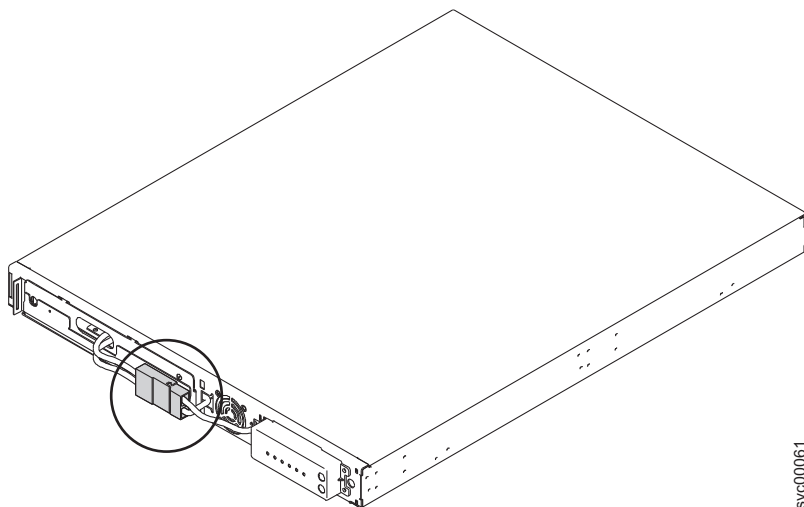

图 228. 内部电池连接器已连接到位的 2145 UPS-1U
7. 连接内部电池连接器（在第 281 页的图 228 中用圆圈标识）。